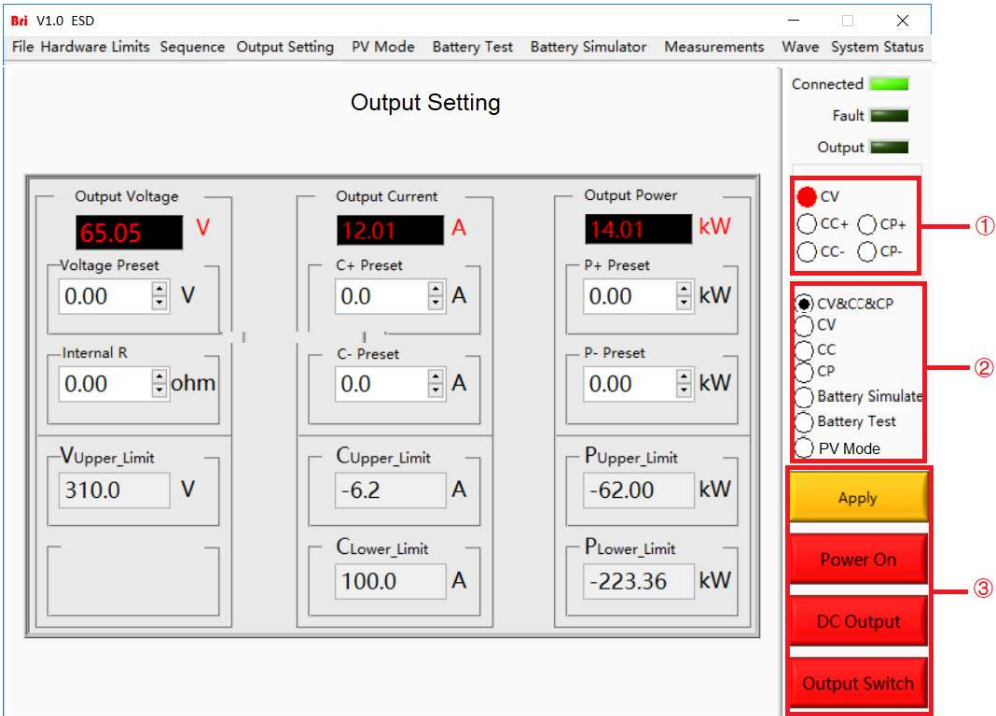
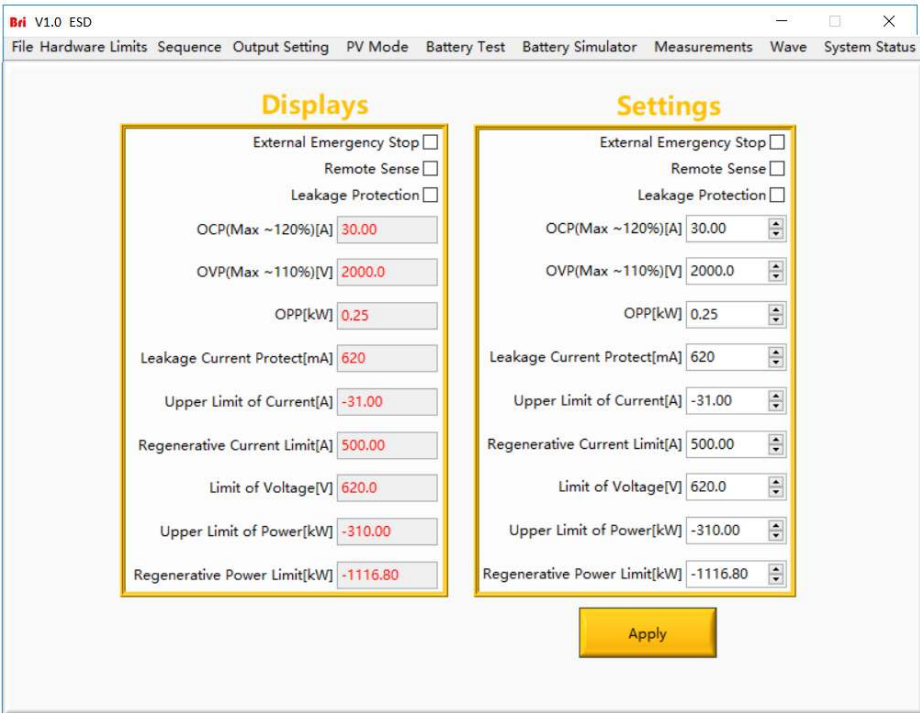
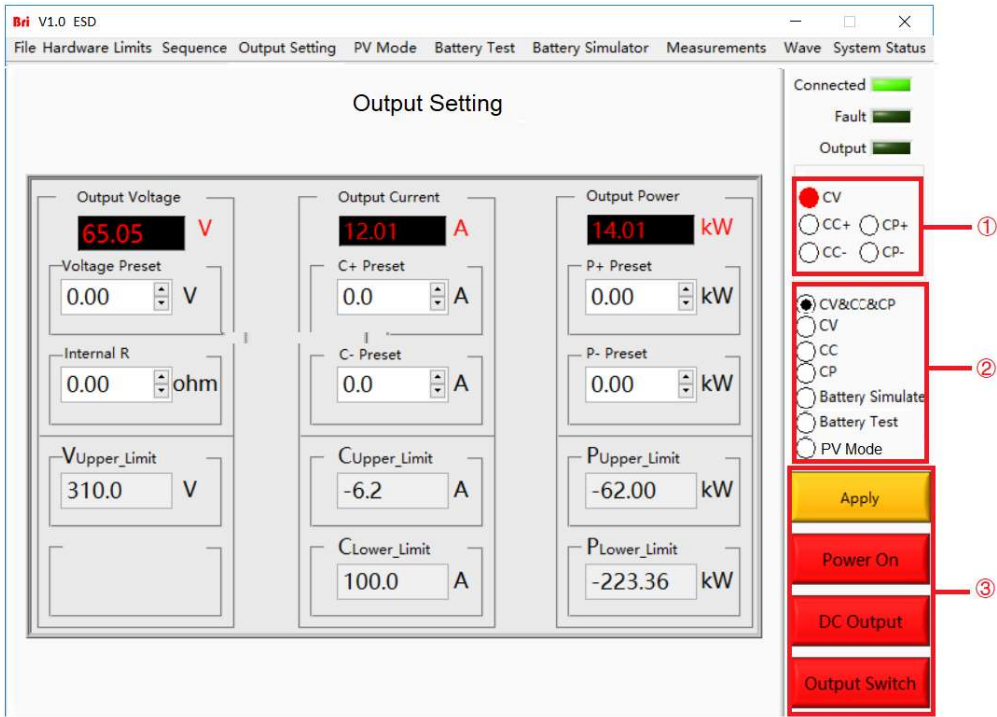

图 5-2 运行模式及输入/出控件
图 5-7 硬件限值设置界面
图 5-8 输出设置界面
①	Connect	设备初始化几秒钟后进入待机状态，触摸屏开始工作，软件与设备正常连接时，绿色指示灯常亮，如果连接失败，请检查交流源是否正常通电、通讯线连接是否正常、计算机本地连接 IP 地址为 192.168.1.2。
②	Fault	设备在运行过程中出现故障时自动停止工作，此指示灯显示为红色；设备无故障时，此指示灯显示为墨绿色。
③	DC Output	设备正常运行并且输出直流时，绿色指示灯常亮；设备无直流输出时，指示灯显示为墨绿色。
在输出设置界面及序列模式界面右侧，用户可以根据测试需求自行选择电源的运行模式（如图 5-2②），软件则会自动显示当前运行状态（如图 5-2①）。
在输出设置界面及序列模式界面, 右下角部分为控制电源设备输入/输出的几个重要控件(如图 5-2③)。依次点击“Apply”→“Power On”→“DC Output”→“Output Switch”, 电源开始正常工作; 依次点击“Output Switch”→“DC Output”→“Power On”, 电源停止工作。
点击“**Hardware Limits**”进入硬件限值参数设置界面（如图 5-7）。勾选对应框并设置参数，完成后点击“Apply”应用参数，对应的电压、电流、功率限值将显示在图 5-8 的下方。
完成硬件限值设定后，点击“**Output Setting**”进入常规输出设置界面（如图 5-8）。选择模式（如图 5-2②）并设置输出电压、输出电流、输出功率、内阻等参数，完成后依次点击“Apply”→“Power On”→“DC Output”→“Output Switch”，电源开始正常工作。